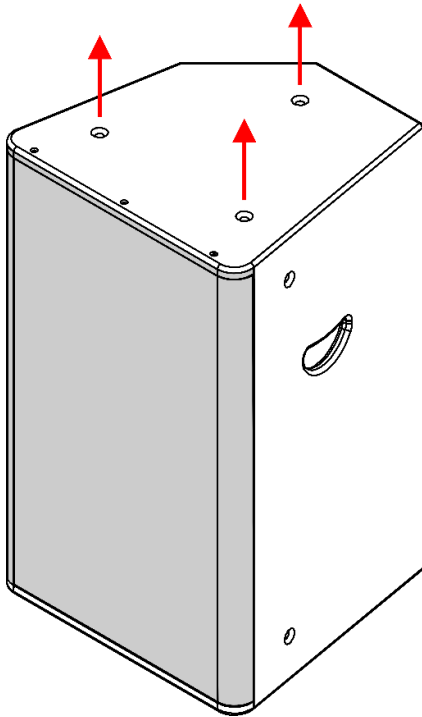

Fig. 04
- 01) Loosen and remove the 3 socket screws (Fig. 04).